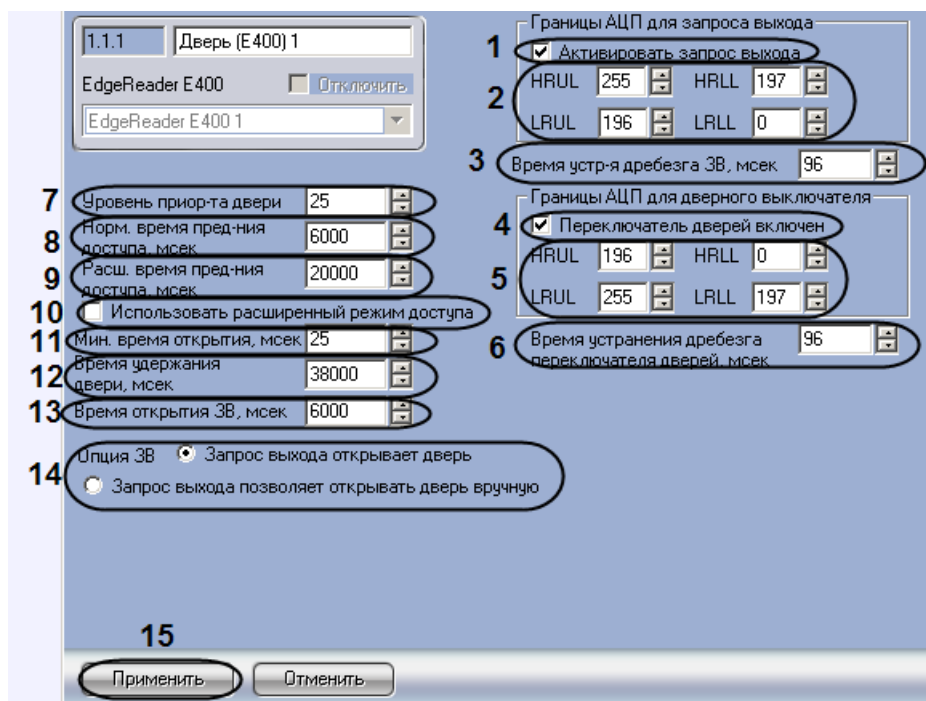

Рис. 3.7—2 Настройка дверей контроллера V2000
2. Установить флажок **Активировать запрос выхода**, в том случае, если переключатель **Запрос на выход** включен (см. Рис. 3.7—2, 1).
3. Настроить ограничения (см. раздел *Настройка ограничений в ЭСППЗУ*) переключателя **Запрос на выход** (см. Рис. 3.7—2, 2).